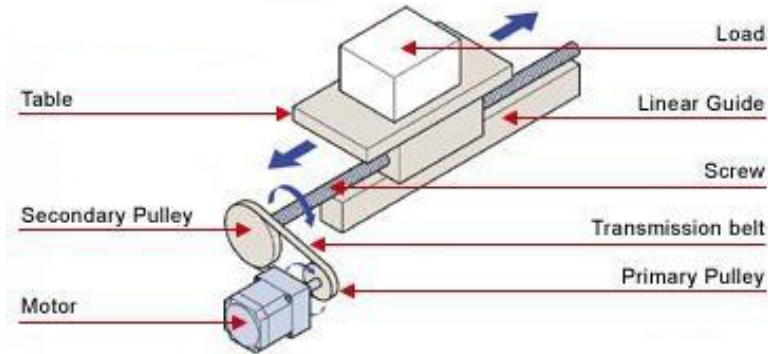

Figura 1: Sistema husillo de avance + motor DC
- Encontrar el modelo matemático que corresponde al sistema de la figura 1, donde se tiene como salida la posición de la masa y como entrada el voltaje del motor (Figura 1).